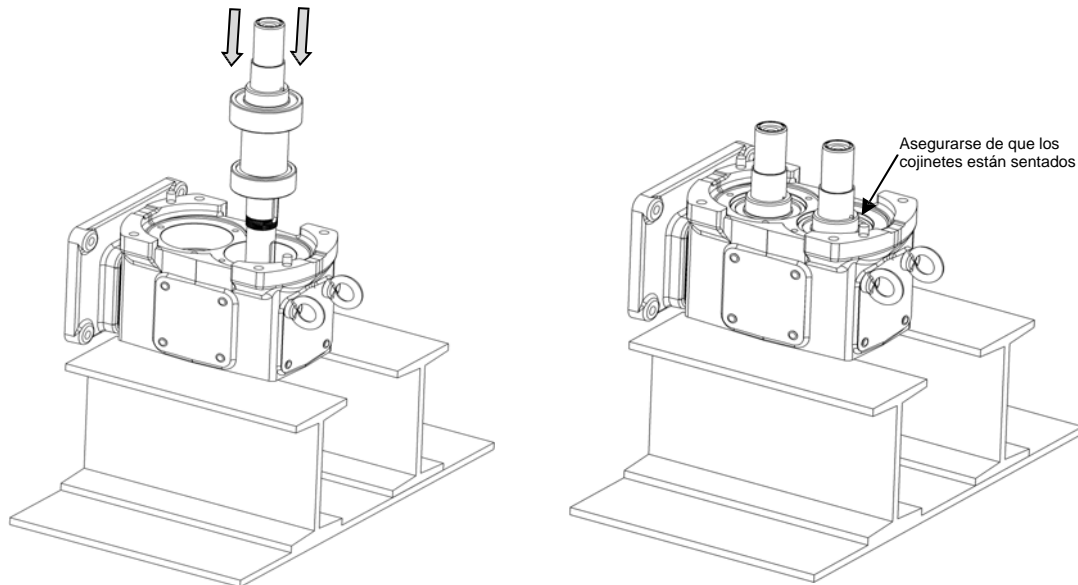

Figura 51: Presionar cojinete trasero sobre eje
3) Ponga la caja de engranes en una prensa con el lado del fluido hacia arriba. Aplique lubricante al exterior de los cojinetes. Coloque el ensamble de ejes (un eje a la vez) en la caja de engranes con el extremo del rotor hacia arriba. Asegurándose de que el motor y los ejes cortos estén en los orificios correctos, presione los ejes dentro de la caja de engranes hasta que los cojinetes se asienten por completo (Figura 51).